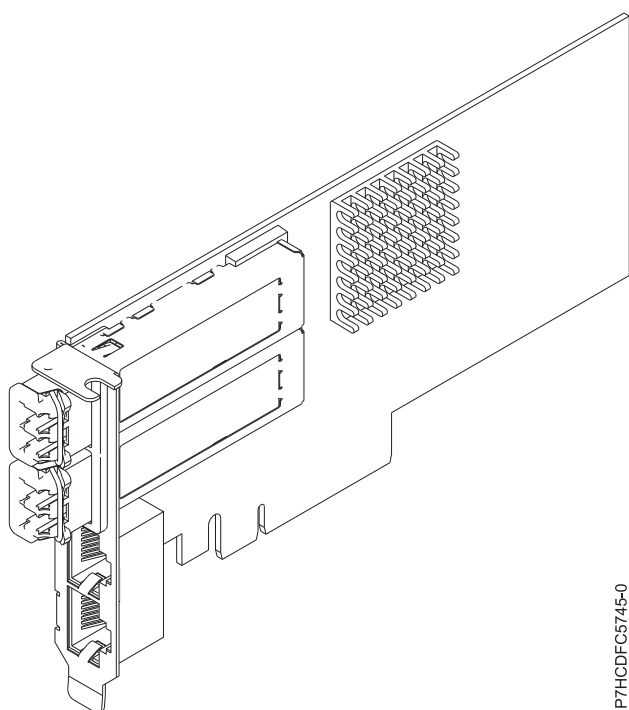

図 29. FC EN0K アダプター
4 ポート・アダプターが、2 個の 10 Gb FCoE 銅線平衡型ポートと 2 個の 1 Gb イーサネット・ポートを提供します。2 個の 10 Gb FCoE ポートは、リトル・コネクタ (LC) タイプのコネクタによって接続されます。各 FCoE ポートは公称データ速度 10 Gbps (G ビット/秒) のイーサネット接続を提供します。各 1 Gb ポートは、データ速度 1 Gbps でイーサネット接続を提供し、イーサネット・ケーブルによって接続されます。10 Mb データ速度はサポートされません。図 29 は、FC EN0K アダプターを示しています。